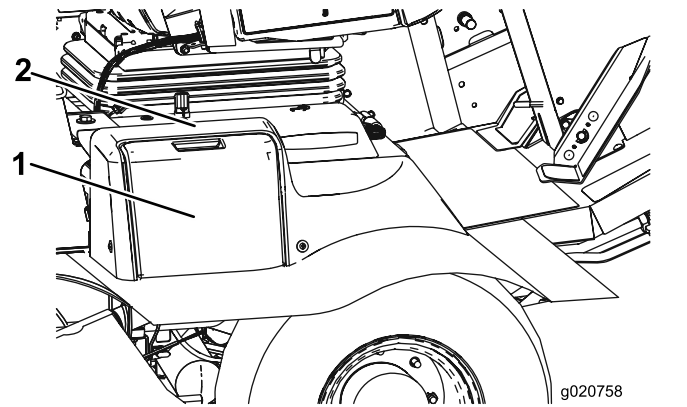

Bild 61
1. Öffnen Sie die Batterieabdeckung an der Seite der Abdeckung (Bild 61).
Hinweis: Üben Sie Druck auf die flache Oberfläche über der Batterieabdeckung aus, um das Entfernen der Abdeckung zu erleichtern (Bild 61).